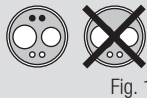

Fig. 1
- Ce raccord peut être connecté avec un cordon lumière et un cordon ISO 4. (Fig.1) S'il est connecté à un cordon non lumière, le terminal d'éclairage se déformera et causera des dysfonctionnements.